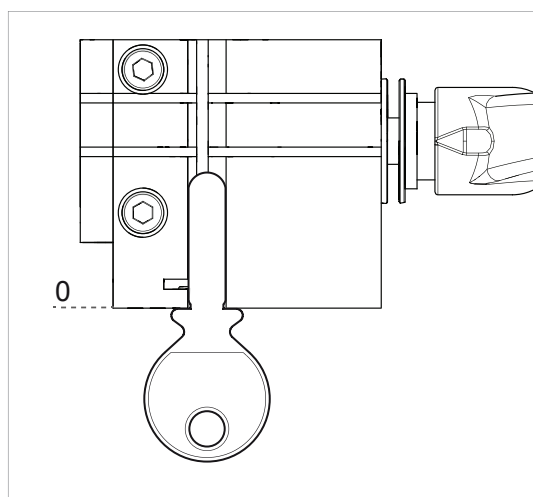

Fig. 24
- 1) Bloquear la llave original en la mordaza izquierda de la máquina asegurándose que el tope de la llave esté al tope con la mordaza (Fig. 24).